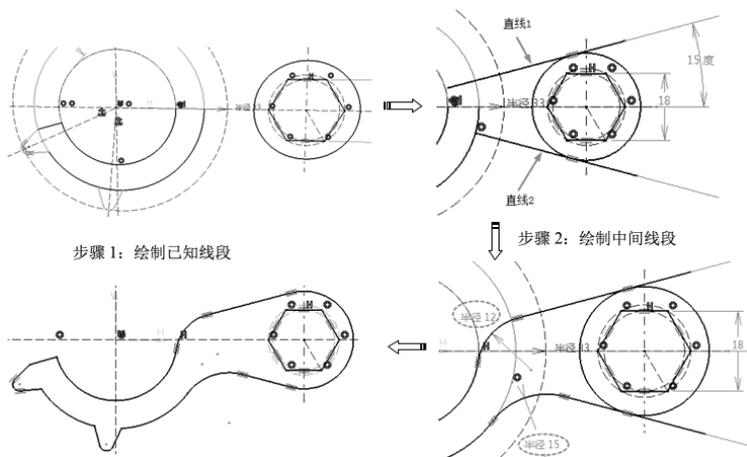

图 5-129
(1) 确定整个图线的尺寸基准中心，从基准中心开始，陆续绘制出主要线段、中间线段和连接线段。
(2) 基准线有时是可以先画出图形再去补充的。
(3) 作图顺序图解如图 5-129 所示。